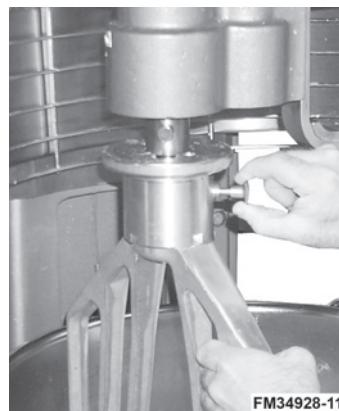

Fig. 10
3. Tenez l'agitateur et retirez la tige du piston de l'agitateur (fig. 10).
3. Tenez l'agitateur et retirez le piston de l'agitateur (fig. 10). Faites glisser l'agitateur vers le bas sur l'arbre de l'agitateur.